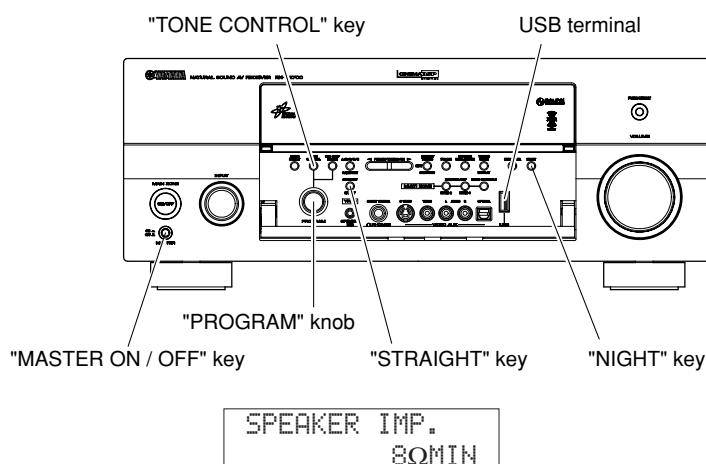

Fig. 1
4. Press the "MASTER ON/OFF" key of the main unit while simultaneously pressing the "STRAIGHT" key of the main unit. Then the ADVANCED SETUP mode is activated. (Fig. 1)
4. 本機の"STRAIGHT"キーを押しながら、"MASTER ON/OFF"キーを押し、アドバンスドセットアップを起動します。(Fig. 1)
5. Keep pressing the "NIGHT" key of the main unit for about 3 seconds. (Fig. 1)
5. 本機の"NIGHT"キーを約3秒間押し続けます。(Fig. 1)
7. Press the "NIGHT" key of the main unit. (Fig. 1)
8. Insert the USB flash memory to the USB terminal of the main unit. (Fig. 1)
7. 本機の"NIGHT"キーを押します。(Fig. 1)
8. 本機のUSB端子にUSBフラッシュメモリーを差し込みます。(Fig. 1)